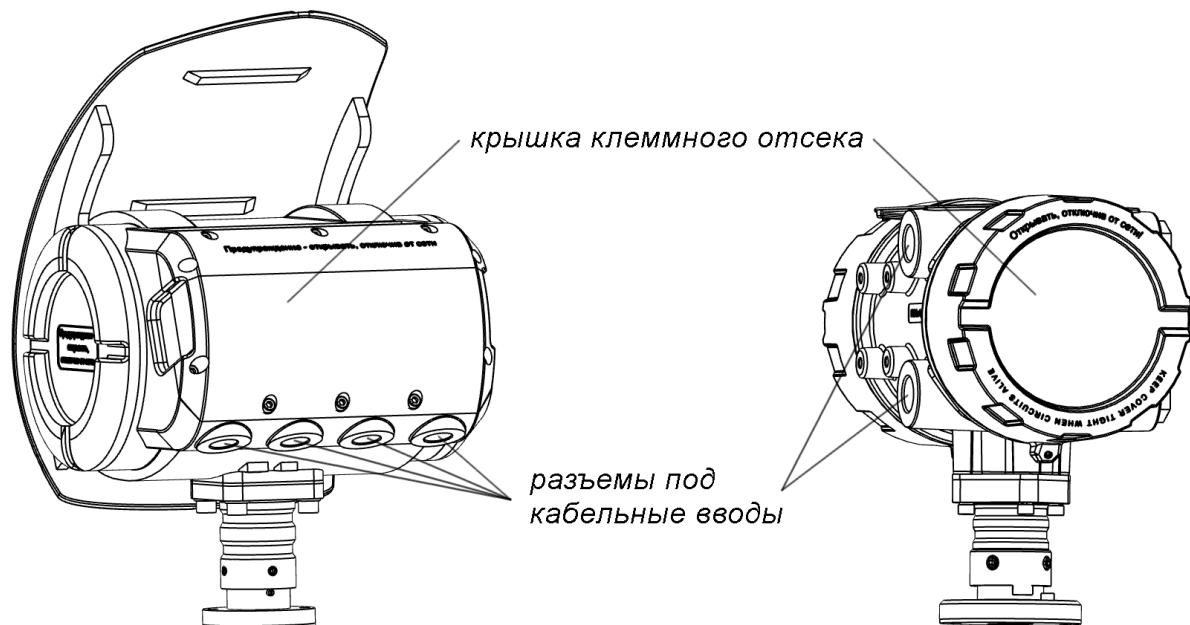

Рисунок 27 – Клеммный отсек БОИ
- снять крышку клеммного отсека БОИ открутив винты или открутив крышку корпуса (рисунок 27);